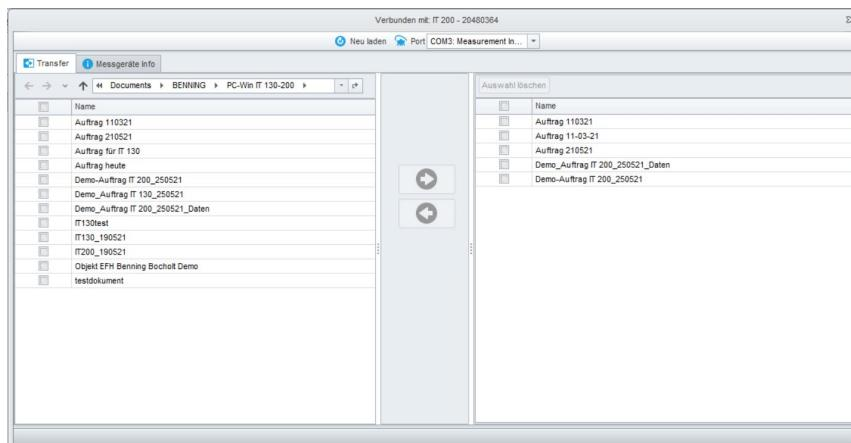

Abbildung 7.4: Menü des Verbindungsfensters
-  **Verbinden**: Öffnet ein Fenster (**Abbildung 7.4**) zur Übertragung mehrerer Objektstrukturdateien zwischen dem BENNING IT 200 und dem PC.